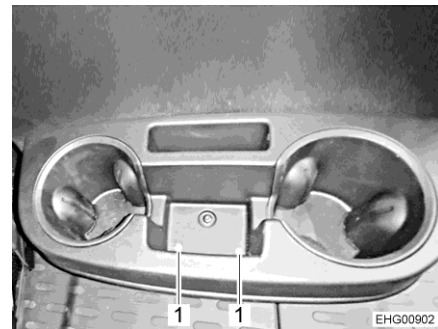

Fig. 89 Fixation subwoofer
- Desserrer les vis (Fig. 89,1).
- Fixer le subwoofer avec les vis (Fig. 89,1).